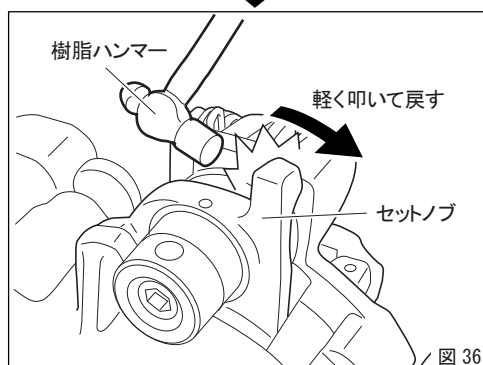
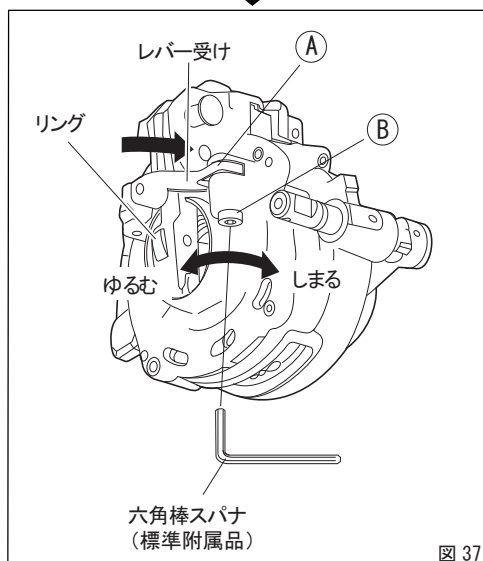

図 36
図 37
① 転造ヘッドからパイプを引離します。
- ①-1 樹脂ハンマーでセットノブを矢印方向に叩いてください。パイプに食いついたローラが外れます。(図36)
- ①-2 パイプが外れたら、そのまま送りハンドルを回して本体からパイプを離してください。
② 本体摺動部の異物を取除く
- ②-1 5ページの「4. 切粉づまりの点検」を参照してください。
③ レバー受けを元の状態に戻す (図37)
- ③-1 レバーつまみを持って、外れたリングを元に戻してください。
- ③-2 ③のボルトを付属の六角棒スパナで反時計方向に3回転ほどゆるめてください。
- ③-3 レバー受けを回し、③部を軽く叩いて元の位置にはめ込んでください。
- ③-4 ゆるめた③のボルトをもう一度締め込んでください。